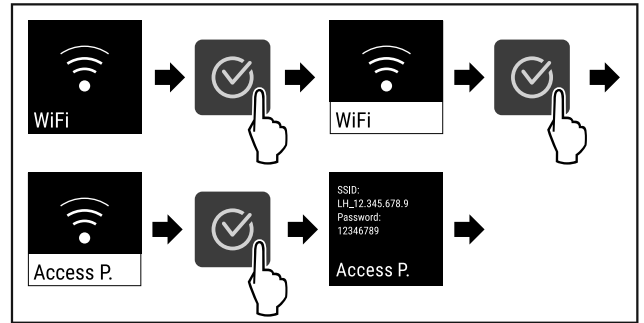

Fig. 75
- ▶ Suorita toimenpidevaiheet (katso Fig. 75) .